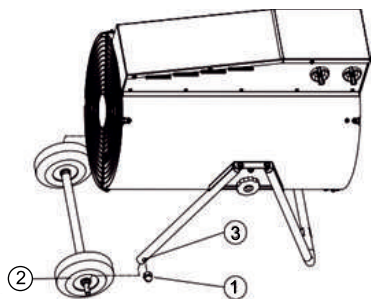
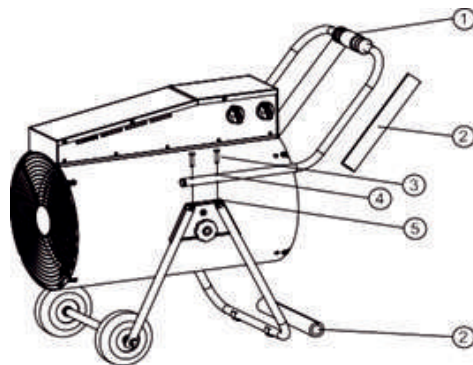

Рис. 7
Рис. 8
Открутить самоконтращиеся гайки М10 (1) с колесной оси (2). Вставить ось с колесами в сборе (2) в отверстия опоры (3) и закрутить до упора самоконтращиеся гайки М10(1) с двух сторон оси (Рис.7).
После монтажа колесной оси установить тепловую пушку на опору (Рис. 7). Отверстия (4) на ручке (1) совместить с резьбовыми гайками (5) на колесной опоре и закрутить винты (3). Снять транспортировочные изоляторы (2). Прибор готов к использованию. (Рис.8)